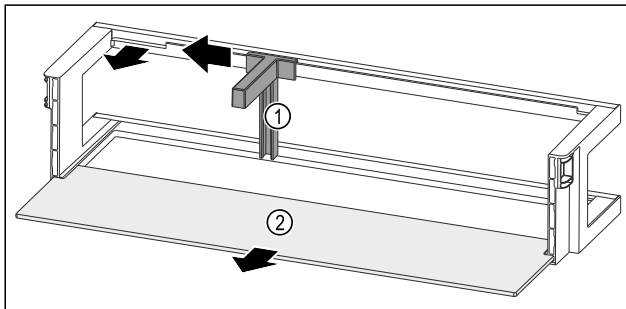

Fig. 240 Oviteline pullonpitimen ja säilytyshyllyn kanssa
- ▶ Työnnä pullonpidin Fig. 240 (1) sivulle koloon saakka.
- ▶ Ota pullonpidin Fig. 240 (1) pois.
- ▶ Ota säilytyshylly Fig. 240 (2) pois.